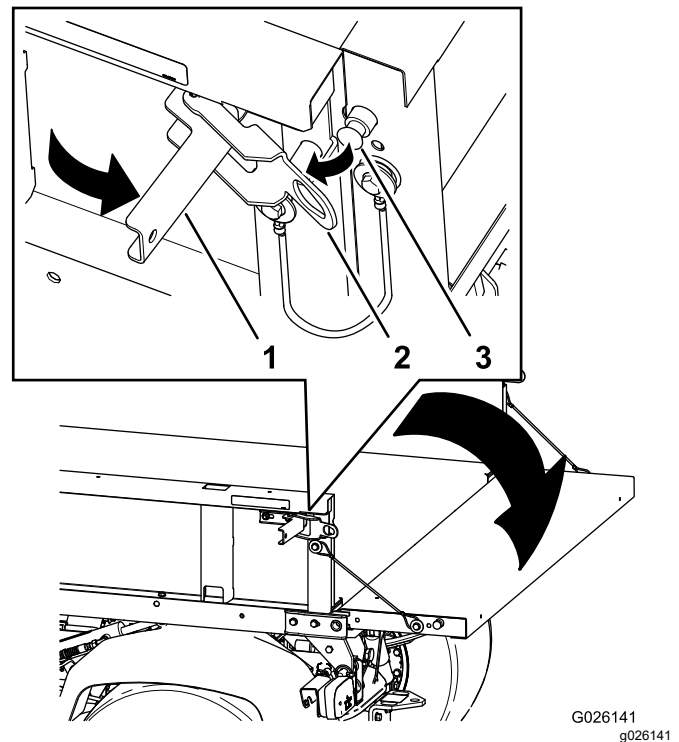

Figura 16
2. Abra los enganches de los lados izquierdo y derecho de la plataforma de carga y baje el portón trasero (Figura 16).